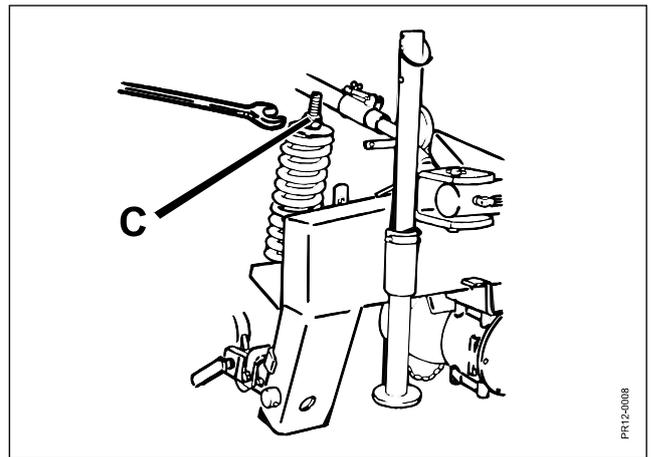

Fig. 3-9
- Fig. 3-9 S'il faut régler le poids il faut le faire au moyen de l'écrou **C** au dessus des dessus des ressorts à gauche sur le bâti.